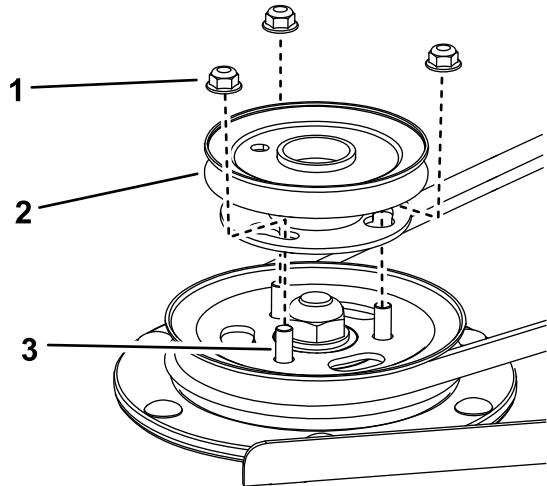

図4
2. 右側デッキプーリのスピンドルからナットを外し、これらを使ってプーリーセンブリをデッキプーリに取り付ける図4。